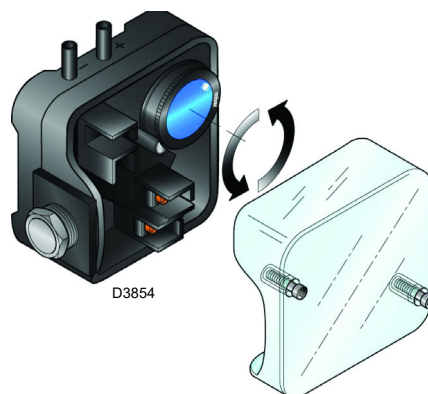

Fig. 26
- Regular o pressostato de ar no início da escala (Fig. 26 na pàg. 26).
Realizar a regulação do pressostato ar depois de ter realizado todas as outras regulações do queimador com o pressostato de ar regulado no início da escala (Fig. 26).